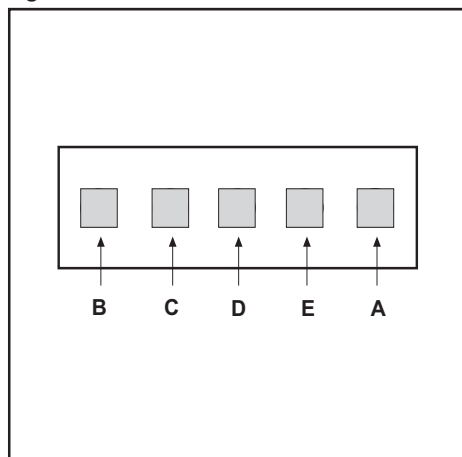

Fig.5
- **COMMANDES:** (Fig.5) **Mécaniques** les symboles sont les suivants: